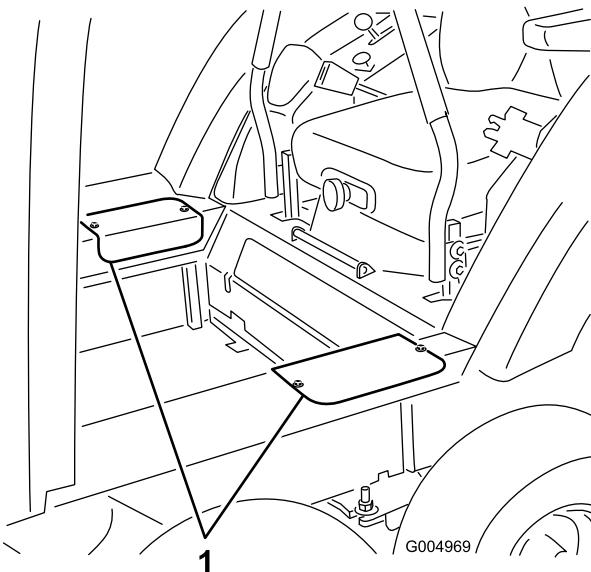

Рисунок 40
1. Отверните два винта крепления крышки доступа с каждой стороны и снимите крышки (Рисунок 40)